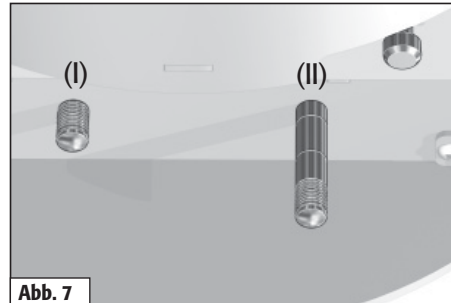

Abb. 7
Primärluft und Sekundärluft einstellen.	Primärluftschieber (I) schließen, Sekundärluftschieber (II) zwischen Markierung 2 u. 3. (s. Abb.7)